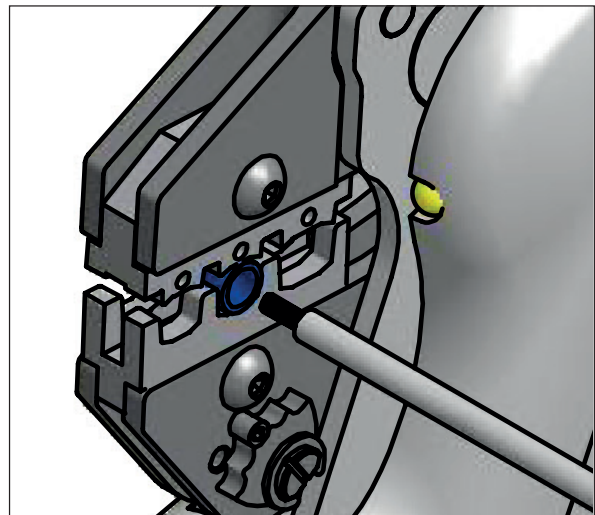

Abbildung 10
8.3.1 Crimpeinsätze für isolierte und unisolierte Kabelverbinder und Adrenehülsen, Stoßverbinder, Koax-Verbinder, Westernstecker (Bild 10)